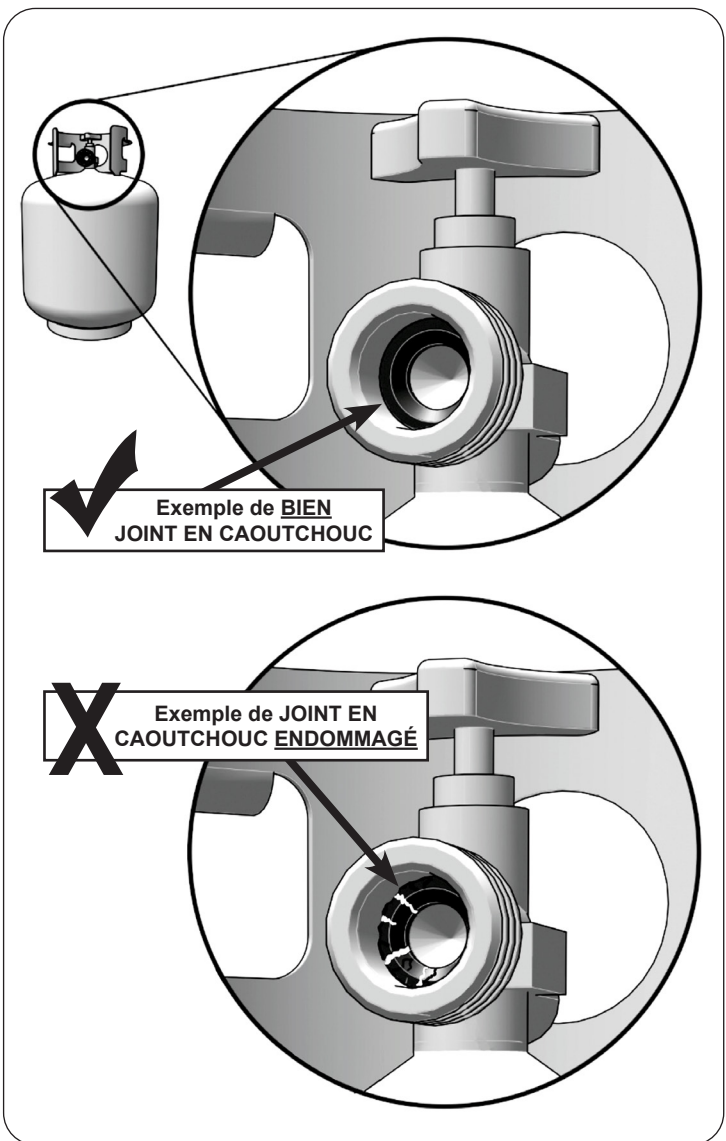

Fig. 10-1 Inspecter le joint en caoutchouc
- Connexions CGA 791 sur les bouteilles de GPL :** L'élément d'étanchéité en caoutchouc du joint d'étanchéité de la face élastomère du cylindre sur ces appareils pourrait, avec le temps, présenter des dommages marqués et visibles ou une détérioration qui pourrait causer une fuite même avec la connexion serrée. Une inspection visuelle du joint doit être effectuée chaque fois qu'une bouteille de GPL est remplacée ou remplie. Toute bouteille de GPL présentant des signes de dommages ou de détérioration, tel qu'illustré à la Fig. 10-1, y compris des fissures et des piqûres visibles, doit être remplacée.